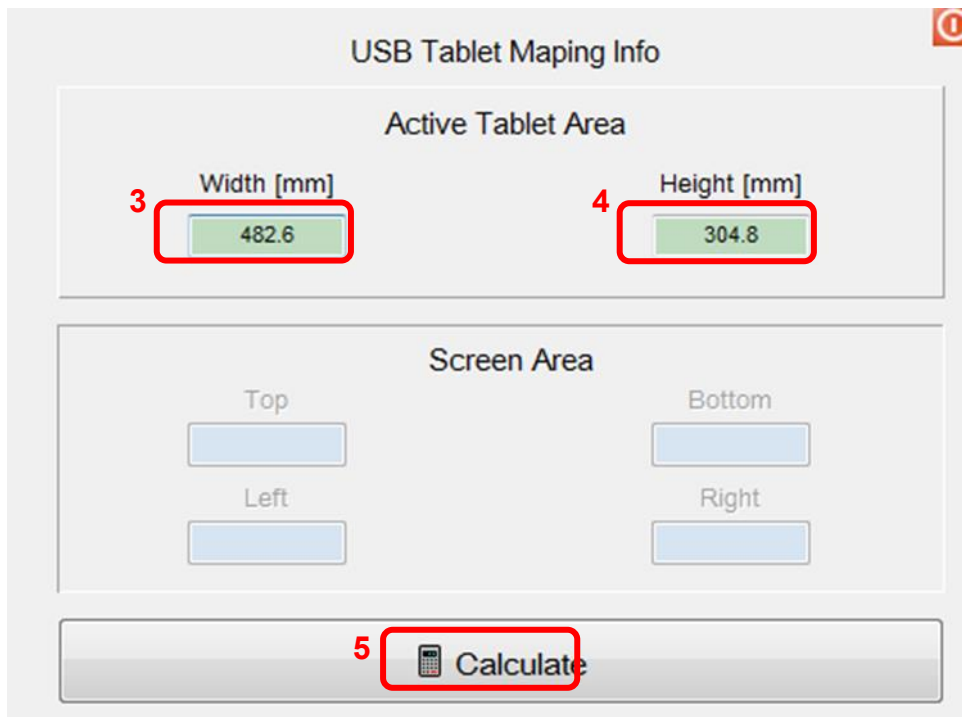

Рис. 53 Информация о USB tablet mapping
5. В этом окне запишите в часть „Active Tablet Area“ ширину (**Width**) и высоту (**Height**) активной плоскости Вашего дигитайзера. (смотрим шаги 3 и 4 на Рис. 53) Эту информацию можно найти в руководстве пользователя Вашего дигитайзера.
6. **Нажмите Calculate** (см. шаг 5 Рис. 53).